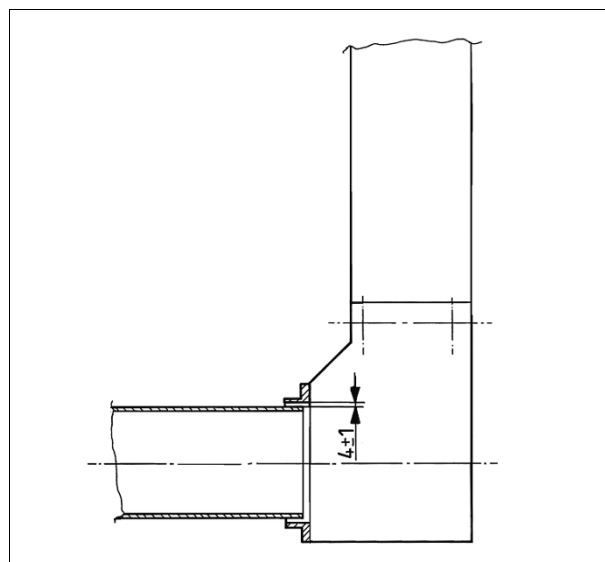

Рис. 5.
- Отрегулируйте желоб элеватора, так чтобы между трубой шнека и входным отверстием элеватора был зазор $4 \text{ mm} \pm 1 \text{ mm}$ (рис. 5).